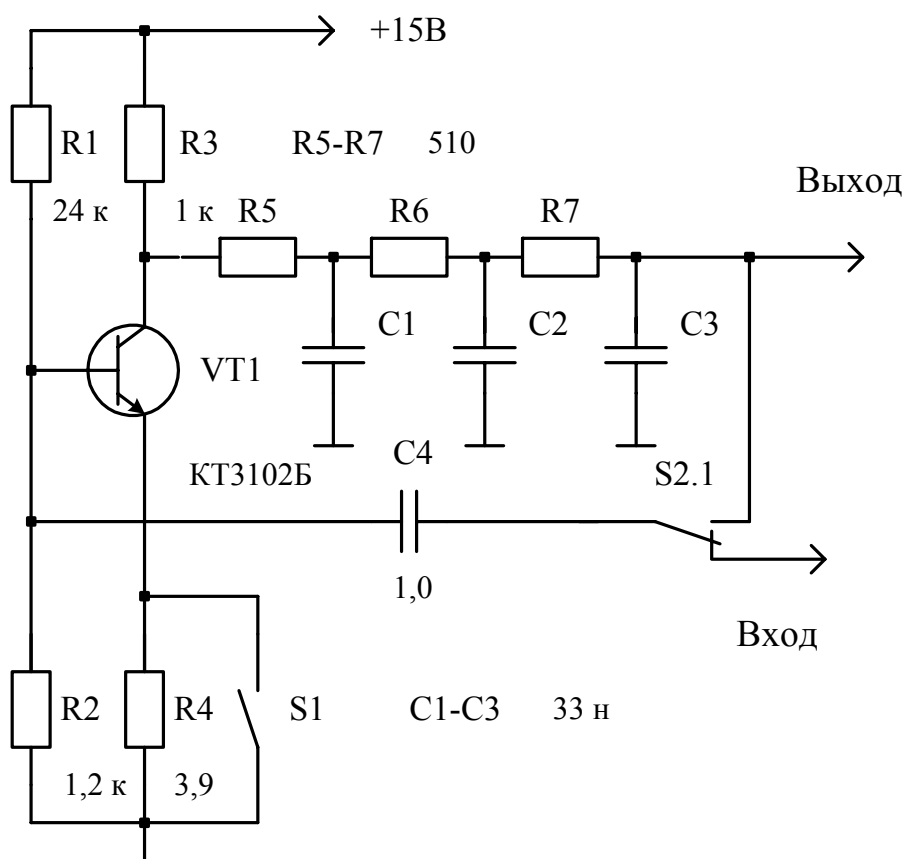

Рис. 4.1. Генератор с фазовращающей RC цепью
Генератор с фазовращающей RC – цепью (рис.4.1) состоит из усиленного каскада с поворотом фазы на 180^0 и фазовращающей RC – цепи, у которой фазовый сдвиг в 180^0 имеет место на единственной частоте
Изучить принципиальную схему генератора с фазовращающей RC цепью (рис.4.1).
4.3.1. Рассчитать частоту генерации для схемы на рис.4.1.